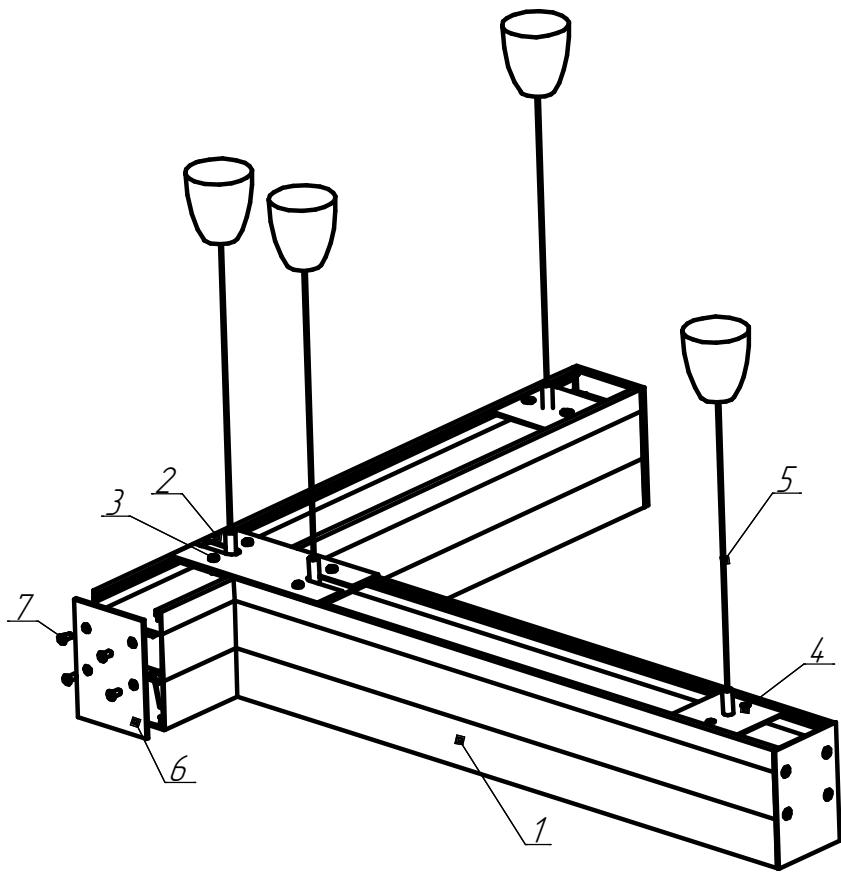

Рисунок 5 - Схема Т-образного соединения светильников.
**5.9 Т-образное соединение светильников (см. рисунок 5) :**
5.9.1 Для Т-образного соединения светильников, необходимо снять торцевую крышку в месте соединения светильников. Затем при помощи пластины соединительной ЛПО02 поз.2, винтов поз.3 и пластины подвеса (рисунок 5) соединить светильники.